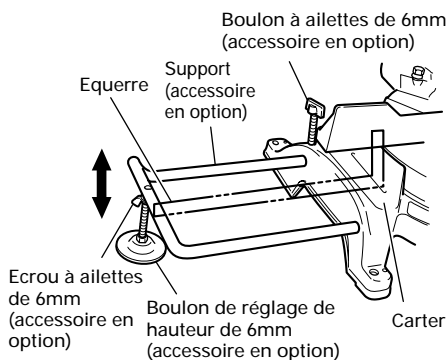

Fig. 9
(1) Comme indiqué à la Fig. 9, utiliser une équerre en acier pour aligner le bord supérieur des supports sur la surface du socle. Desserrer l'écrin à ailettes de 6mm. Tourner un boulon de réglage de hauteur de 6mm, et régler la hauteur du support.
(2) Après le réglage, serrer à fond l'écrin à ailettes et fixer le support avec le boulon à ailettes de 6mm (accessoire en option). Si la longueur du boulon de réglage de la hauteur de 6mm est insuffisante, insérer une plaque mince dessous. S'assurer que l'extrémité du boulon de réglage de la hauteur de 6mm ne dépasse pas du support.